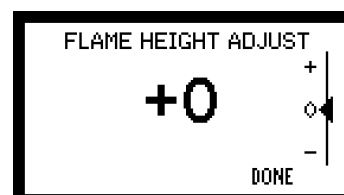

Figure 9.3
- Réglez la hauteur de la flamme sur l'écran « FLAME HEIGHT ADJUST » (réglage de la hauteur de la flamme) sur le thermostat mural. **Figure 9.3.**